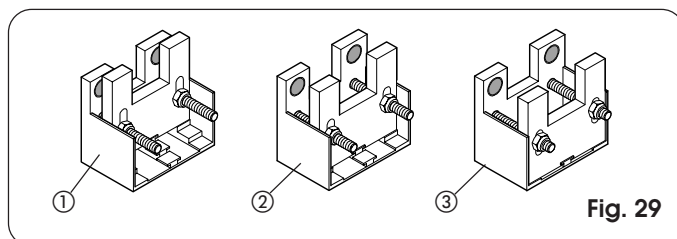

Fig. 29
- 1) Verzinkte tandheugel 30x6 module 4 (fig. 29 - ref. ①)
- 2) Verzinkte tandheugel 30x12 module 4 (fig. 29 - ref. ②)
- 3) Verstevigde nylon tandheugel 30x20 module 4 (fig. 29 - ref. ③)